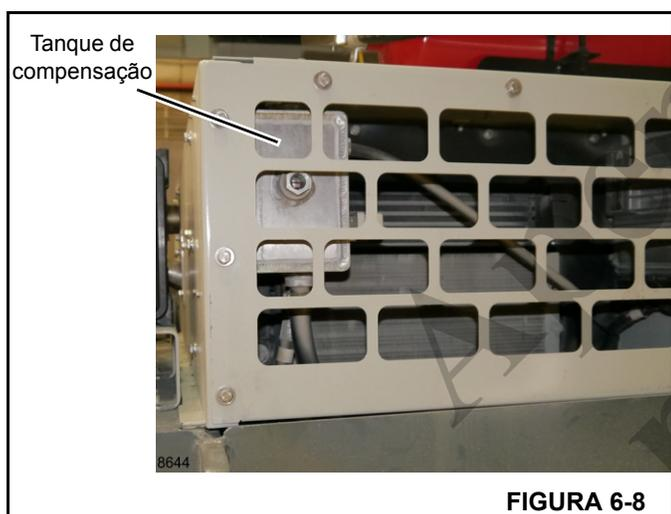

FIGURA 6-8
2. Verifique se o tanque de compensação (Figura 6-8) está abastecido pelo menos até a metade. Se o líquido de arrefecimento estiver baixo, abasteça o tanque de compensação pela metade com uma mistura de glicol anti-congelante e água na proporção 50/50. Não adicione somente água pois pode enferrujar o radiador e o motor.